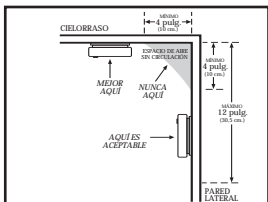

FIGURA 1
- Al instalar una alarma en el cielo raso, colóquela a una distancia mínima de 4 pulg. (10 cm) de la pared lateral (consulte la FIGURA 1).
- Al instalar la alarma en la pared, use una pared interior con el borde superior de la alarma a un mínimo de 4 pulg. (10 cm) y un máximo de 12 pulg. (30.5 cm) bajo el cielo raso. (Consulte la FIGURA 1).
En las casas rodantes antiguas que no están bien aisladas en comparación con las normas actuales, el calor y el frío extremos se pueden filtrar desde el exterior al interior a través de paredes y un techo inadecuadamente aislados. Esto puede formar una barrera térmica que puede impedir que el humo llegue a una alarma instalada en el cielo raso. En ese tipo de instalaciones, instale la alarma contra humo en una pared interna con el extremo superior de la alarma a un mínimo de 4 pulg. (10 cm) y a un máximo de 12 pulg. (30.5 cm) bajo el cielo raso (consulte la FIGURA 1).